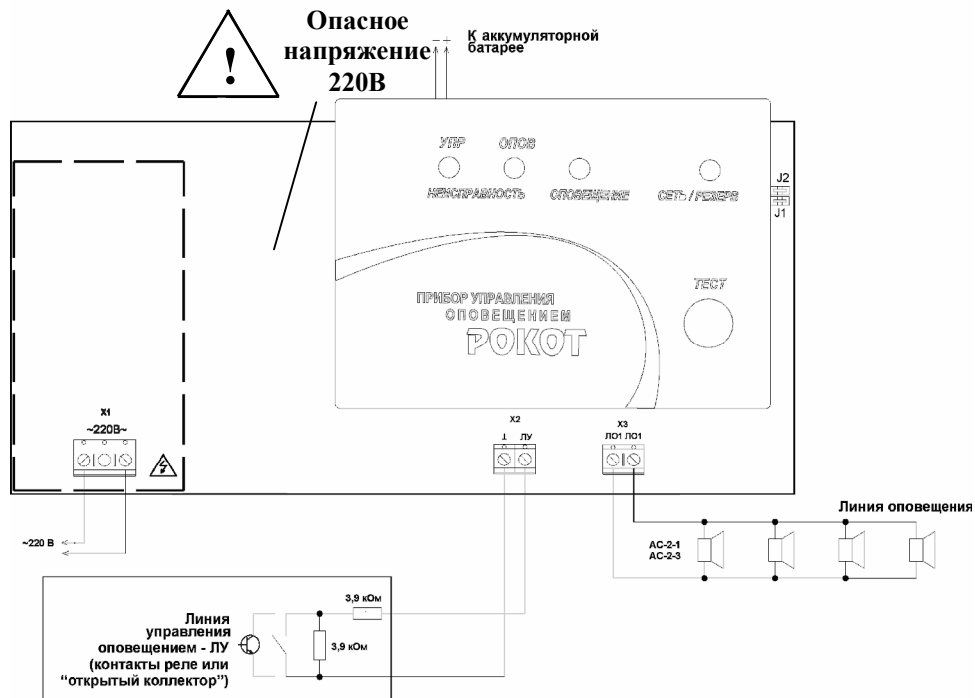

Рис. 1 Схема подключения прибора «Рокот»
Уровень звукового давления на расстоянии 1 м от «АС-2-1» («АС-2-3»), подключенной в соответствии с рис.1, не менее	86 дБ
Схема подключения к прибору ЛО и АС приведена на рис. 1 раздела 10.
Переключки, позволяющие выбрать тактики использования линий управления и оповещения, установлены на печатной плате прибора (см. рис.1) и доступны после вскрытия его корпуса.
- К клеммам «220В» платы прибора подсоедините кабель сетевого питания (см. рис.1). Подключите прибор к сети ~220 В 50 Гц. Индикатор «Сеть/Резерв» должен загореться зеленым цветом.